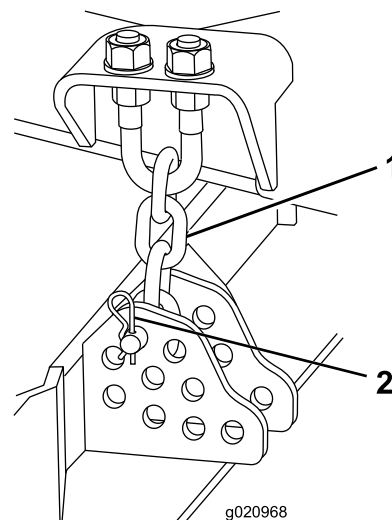

Figure 20
10. Enlevez la goupille fendue et l'axe de chape qui fixent les chaînes de hauteur de coupe à l'arrière de l'unité de coupe (Figure 20).